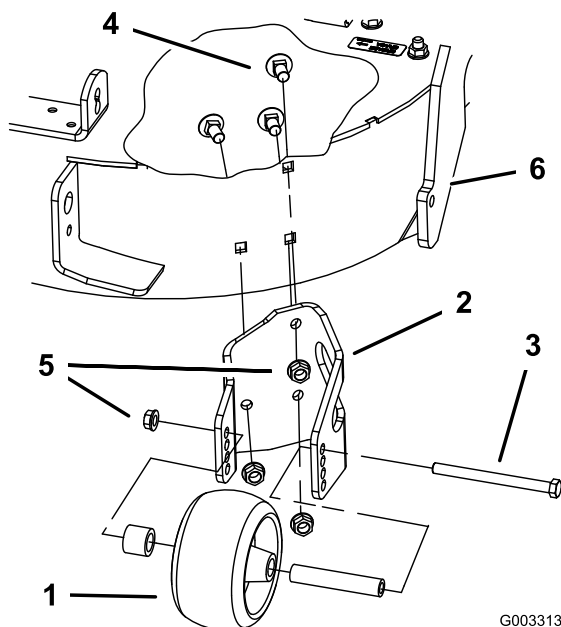

Рисунок 4
2. Снимите защитный валик с кронштейна, ослабив и сняв фланцевую гайку (3/8 дюйма) и болт оси (3/8 x 4-1/2 дюйма), как показано на Рисунок 4. Сохраните все крепежные детали для установки на более позднем этапе.
3. Отверните три каретных болта (3/8 x 3/4 дюйма) и фланцевые гайки (3/8 дюйма), которые крепят кронштейн к газонокосилке (Рисунок 4).